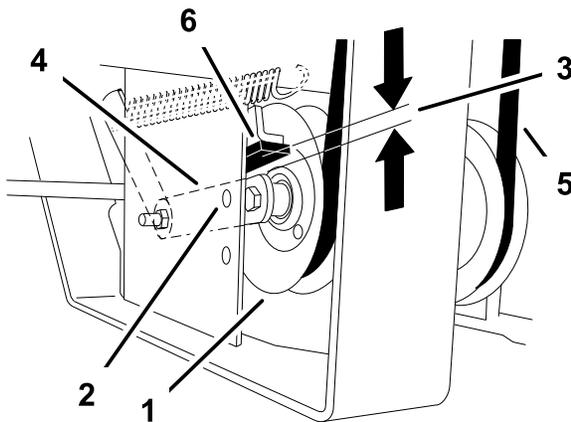

Figure 60
9. Contrôlez la distance entre la butée en caoutchouc et le bras de la poulie de tension à ressort quand la plaque de la poulie est tendue. On doit obtenir une distance de 0 à 6 mm (0 à 1/4") à partir de la butée (Figure 60).